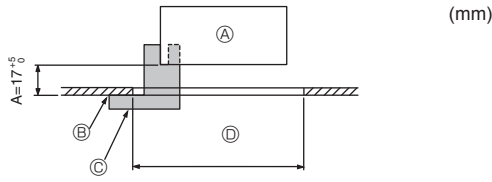
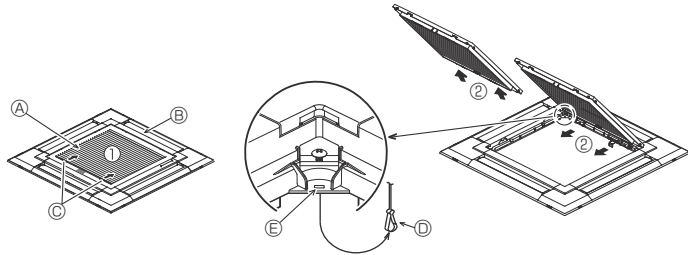
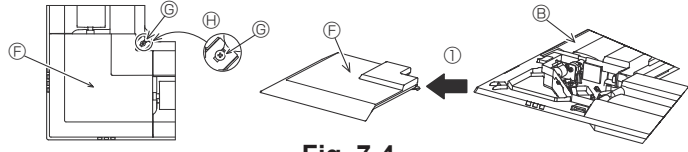

Fig. 7-2
Fig. 7-3
Fig. 7-4
①	Izgara	1	950 × 950 (mm)
②	Geyç	1	(dört bölmeli)
③	Vida (4 × 16)	1	PLP-6EAE, PLP-6EALME için
④	i-see Sensor köşe paneli	1	PLP-6EAE, PLP-6EALME için
⑤	Kablosuz uzaktan kumanda	1	PLP-6EALM, PLP-6EALME için
⑥	Uzaktan kumanda yuvası	1	Ürünle birlikte uzaktan kumanda sağlandığında bulunur.
⑦	LR6 AA pil	2	Ürünle birlikte uzaktan kumanda sağlandığında bulunur.
⑧	3,5 × 16 kılavuz vida	2	Ürünle birlikte uzaktan kumanda sağlandığında bulunur.
7.2. Izgarayı takma hazırlığı (Fig. 7-2)
- Bu kit ile birlikte verilen geyci ② kullanarak ünitenin tavana göre konumunu ayarlayınız ve kontrol ediniz. Eğer ünite tavana göre doğru yerleştirilmezse hava geçirebilir veya kondansasyon birikmesine imkan verebilir.
- C Geyç ② (ünite içine sokulu)
7.2.1. Hava giriş ızgarasının çıkarılması (Fig. 7-3)
- Hava giriş ızgarasını açmak için kolları okla ① gösterilen yönde itiniz.
- Hava giriş ızgarası "açık" durumdayken hava giriş ızgarasının menteşesini okla ② gösterilen şekilde ızgaradan ayırın.
7.2.2. Köşe panelinin çıkarılması (Fig. 7-4)
- Köşede bulunan 4 vidayı gevşetin. Köşe panelini çıkarmak için köşe panelini şekildedeki ① numaralı okla gösterilen şekilde itin.
[Fig. 7-3] [Fig. 7-4]